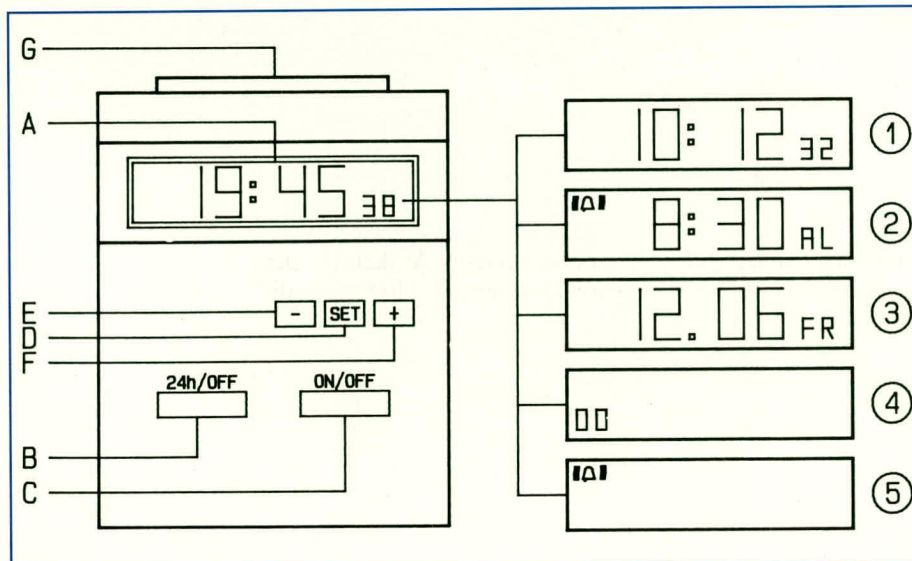

Bild 1: Bedienelemente und Anzeigemodi der ELV-DCF 92
Abbildung 1 zeigt die einzelnen Bedienelemente sowie die verschiedenen Anzeigemodi dieser neuen Funkuhr.
Im Normalbetrieb zeigt die DCF 92 stets die aktuelle Uhrzeit auf dem Display an. Hierbei werden die Stunden und Minuten in 10 mm großen, die Sekunden in 7 mm hohen Ziffern auf dem LC-Display ausgegeben (siehe Abbildung 1, Displaymode ①).
Durch Betätigung der 24 H/OFF-Taste wird auf die Anzeige des Datums umgeschaltet (siehe Abbildung 1 Displaymode ③). Nach ca. 5 sec. wird automatisch wieder auf die Anzeige der Uhrzeit umgeschaltet.
Zur Kennzeichnung, daß eine Alarmzeit eingegeben wurde und die Weckfunktion aktiviert ist, erscheint neben der aktuellen Uhrzeit am linken oberen Displayrand das Glockensymbol (siehe Abbildung 1 Displaymode ⑤). Die einfache Programmierung und Aktivierung der Weckfunktion wird in dem noch folgenden Abschnitt „Alarmfunktionen“ detailliert beschrieben.
Die einprogrammierte Weckzeit kann durch zweimaligen Druck auf die 24 H/OFF-Taste angezeigt werden, sofern sich die Funkuhr im aktivierten Weckmodus befindet (gekennzeichnet durch das Glockensymbol im Display). Bei der ersten Betätigung der 24 H/OFF-Taste erscheint, wie weiter vorstehend bereits beschrieben, das aktuelle Datum, während die zweite Betätigung auf die Anzeige der einprogrammierten Alarmzeit umschaltet. In Abbildung 1 ist dieser Anzeigemodus an zweiter Position dargestellt (②). Ein Wechsel zur aktuellen Uhrzeit erfolgt auch hier nach 5 Sekunden automatisch.
5 mm hohe Ziffer, welche die Anzahl der Stunden angibt seit dem letzten korrektem Zeitempfang (siehe Abbildung 1, Anzeigemodus ④). Auf diese Besonderheit gehen wir im Absatz „Senderempfang/Reichweite“ noch näher ein.
Mit den Tasten „-“ und „+“ (siehe Abbildung 1 Tasten E und F) erfolgt die Einstellung der gewünschten Alarmzeit. Jede Betätigung dieser Tasten schaltet jeweils um 1 Minute vor oder zurück. Wird eine